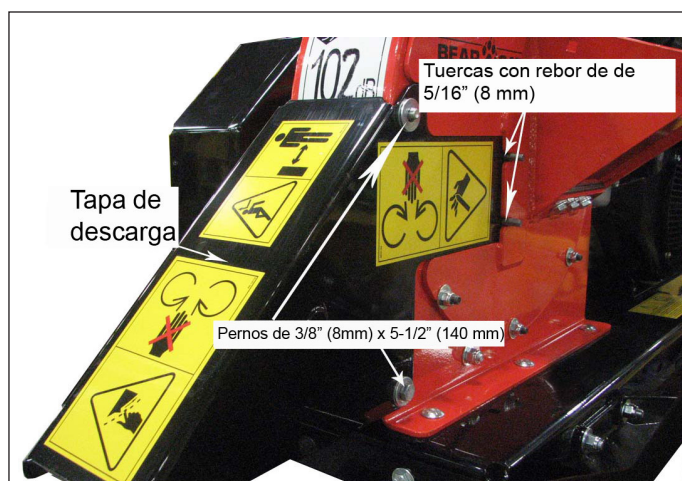

Figura 2.2 - Tapa de descarga
2. Deslice la tapa de descarga sobre la carcasa de la chipeadora asegurándose de que los pernos de la pieza soldada encajen de manera segura en las ranuras de la cubierta del disco (Figura 2.2). Instale dos tuercas con reborde con filo de sierra de 5/16" (8 mm).